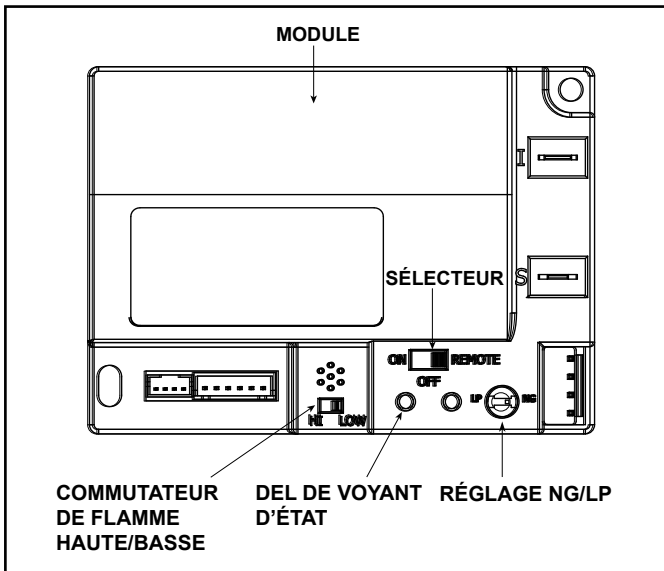

Figure 2.3 Module de commande
1. Le module de commande est doté d'un commutateur de sélection ON/OFF/REMOTE qui doit être réglé. Voir la Figure 2.3.
2. Si vous utilisez un interrupteur mural câblé avec le module en mode REMOTE, les flammes peuvent être ajustées avec le sélecteur HI/LO du module. Voir la Figure 2.3. Veuillez noter que le sélecteur de flammes HI/LO sera désactivé lorsque la télécommande en option (RC200/RC300) est programmée dans le module de commande. Veuillez noter que le module de commande allume toujours le poêle à HI et demeure à ce réglage pour les 10 premières secondes de fonctionnement. Si le sélecteur HI/LO est réglé à la position LO, les flammes baisseront automatiquement au réglage bas après que les flammes sont établies pendant 10 secondes. Après ce délai de 10 secondes, les flammes peuvent être réglées de HI à LO au moyen du sélecteur.
- Trouvez le sélecteur du module. (Voir la Figure 2.3.)
- Attendez cinq (5) minutes afin de permettre l'évacuation de tout gaz qui aurait pu s'accumuler.